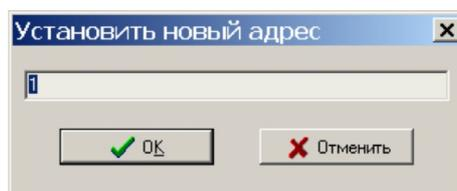

Рисунок 17
- 9) Для изменения адреса усилителя выбрать пункт меню «Адрес» в окне «Поиск» и установить новый требуемый адрес блока в соответствии с рабочим проектом системы, в которой используется УСЛ-АС (рисунок 17).